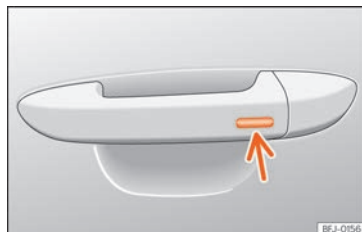

Fig. 91 Manipulo da porta: superfície sensora.
- Mantenha um dedo durante alguns segundos sobre a superfície sensora de bloqueio »» Fig. 91 (seta) do manípulo da porta para fechar o teto. Se deixar de tocar na superfície sensora, interrompe a função de fecho.